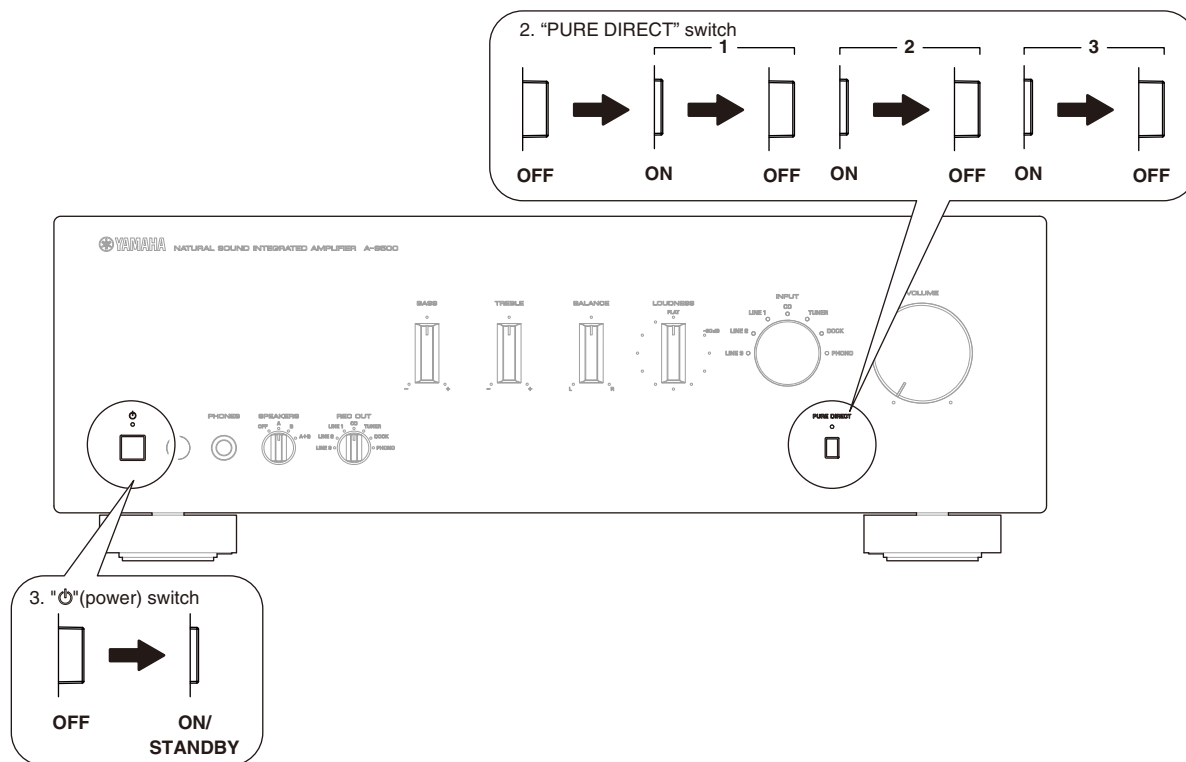

Fig. 1
1. With the power to this unit turned on, press “” (power) and “PURE DIRECT” switches to turn them off respectively. (Fig. 1)
2. Repeat pressing “PURE DIRECT” switch to turn it ON/OFF 3 times. (Fig. 1)
3. Press the “” (power) switch inward to turn on the power. (Fig. 1)
1. 電源が入れられた状態で、“” (パワー) スwitch、“PURE DIRECT” スwitchを押し、それぞれ OFF にします。(Fig. 1)
2. “PURE DIRECT” スwitchを3回 ON/OFF します。(Fig. 1)
3. “” (パワー) スwitchを押して電源を入れます。(Fig. 1)